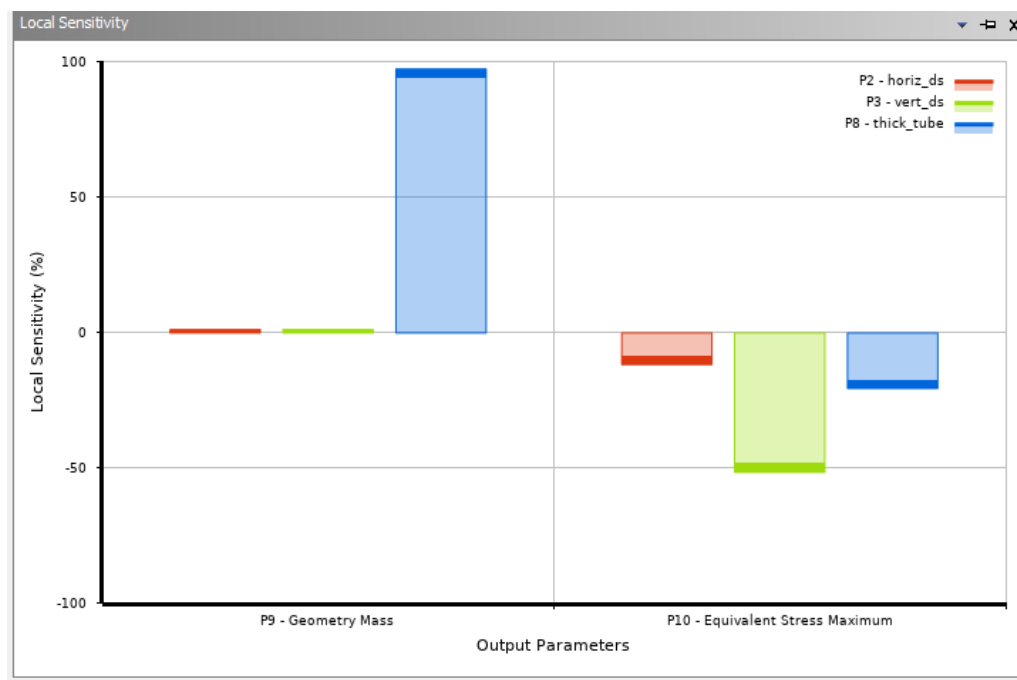

Рисунок 37 – Диаграмма чувствительности оптимизируемых параметров
19. При переходе на панели Outline к разделу Local Sensitivity строится диаграмма, отображающая влияние входных параметров на выходные параметры (см. рисунок 37).